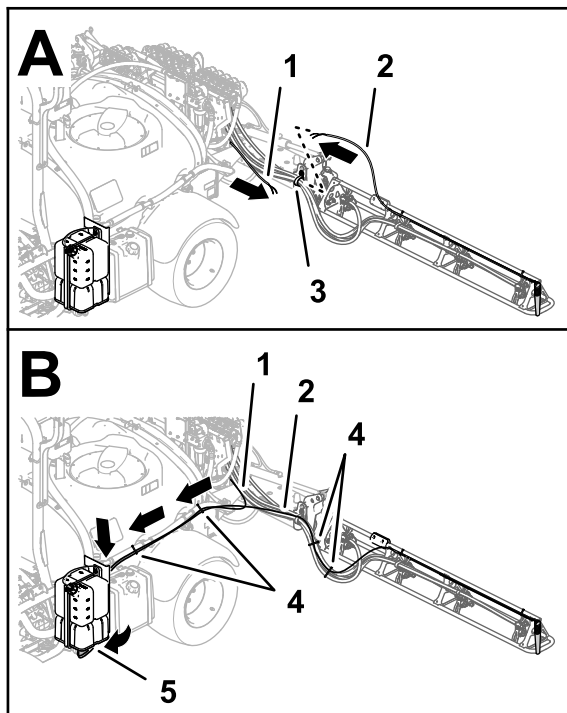

图 139
1. 将左、右喷洒段泡沫喷嘴的管子安装到内侧使其穿过靠近每一外侧喷洒段枢轴点的 R 形夹 图 139。
2. 向前沿着打药机药缸左侧布置管子 图 139。
3. 如 图 139 所示用 4 个扎带将左、右泡沫标记喷嘴的管子固定至打药机软管。
4. 如 图 139 所示用 2 个扎带将左、右泡沫标记喷嘴的管子固定至搅拌管子。
9. 用 2 条扎带将泡沫标记管子固定到喷嘴软管上图 139。